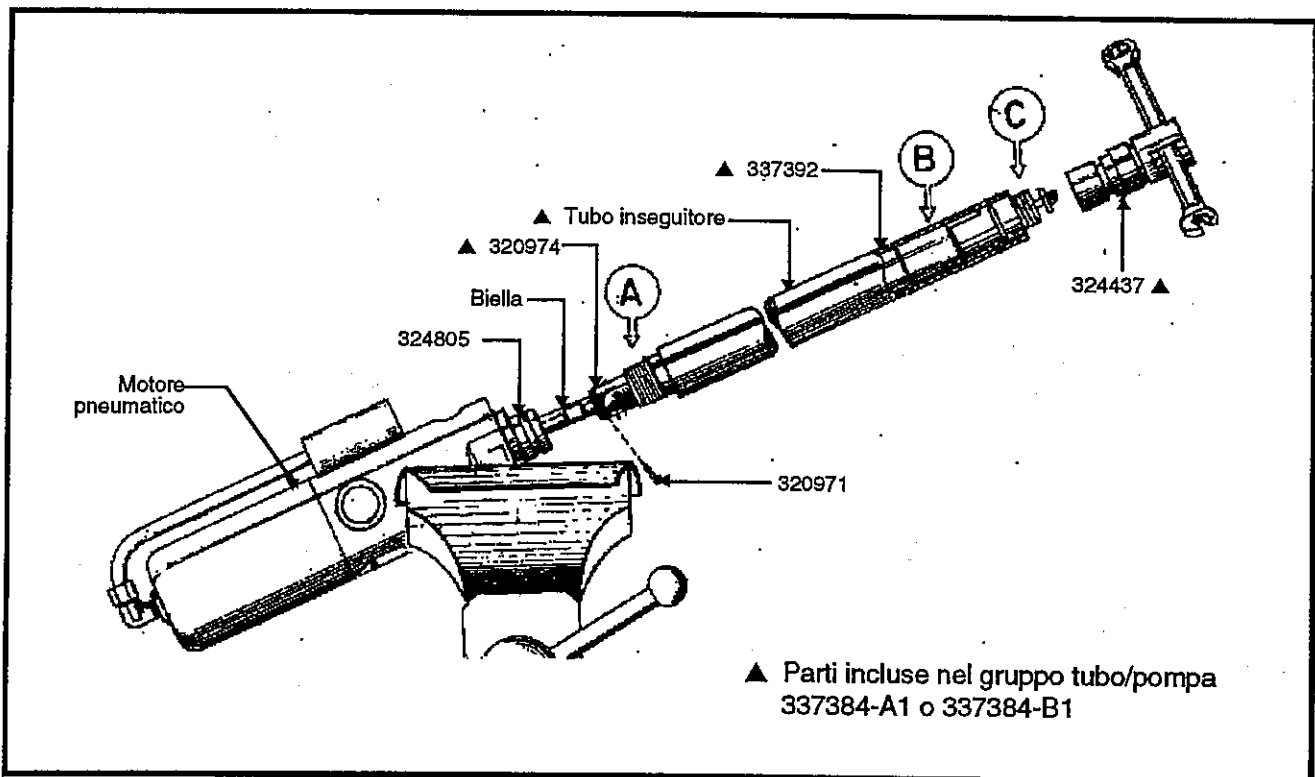

Figura 3: Disinnesto del motore pneumatico dal gruppo tubi 337384-A1 o 337384-B1
Separare il motore pneumatico dal gruppo tubo/asta nel modo seguente (vedi Figura 3):
3. Il gruppo tubo/asta 337384-A1 si allenta in una delle seguenti giunzioni (vedi Figura 3):
- d. Svitare la sezione rimanente del tubo pompa 337392 o 337392-2 dall'adattatore 324805 per esporre il dispositivo di accoppiamento 320974. Estrarre il perno 320971 dall'accoppiamento usando un punzone di dimensione adeguata. Svitare l'accoppiamento dalla biella del motore pneumatico. **NON PERDERE IL PERNO.** (Vedi Figura 3).
- b. Estrarre il perno 320971 dall'accoppiamento 320974 usando un punzone di dimensione adeguata. Svitare l'accoppiamento dalla biella del motore pneumatico. **NON PERDERE IL PERNO.** (Vedi Figura 3).
27. Il motore pneumatico va stretto in una morsa come mostrato nella Figura 3 e deve essere completamente montato.